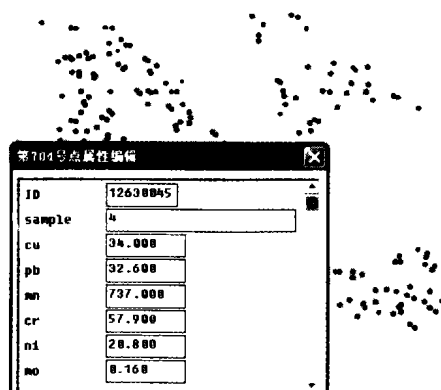

图4 图形单元检索方式检索
(3) 图形单元检索: 在“空间分析”模块中装入图形单元区文件(如地层)和采样点数据, 利用点与区的空间相交分析功能, 检索出分布于该图形单元中的采样点位及分析数据, 如图4。